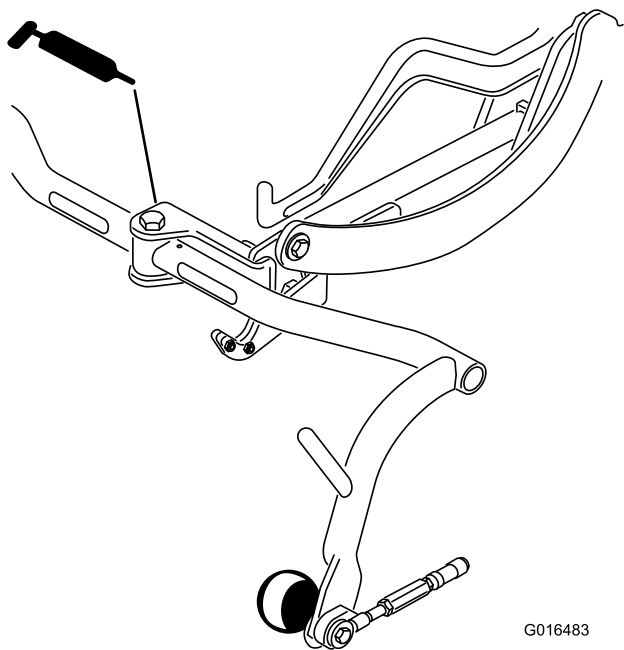

Figura 37
- Pivote del bastidor de tiro (3) (Figura 37)